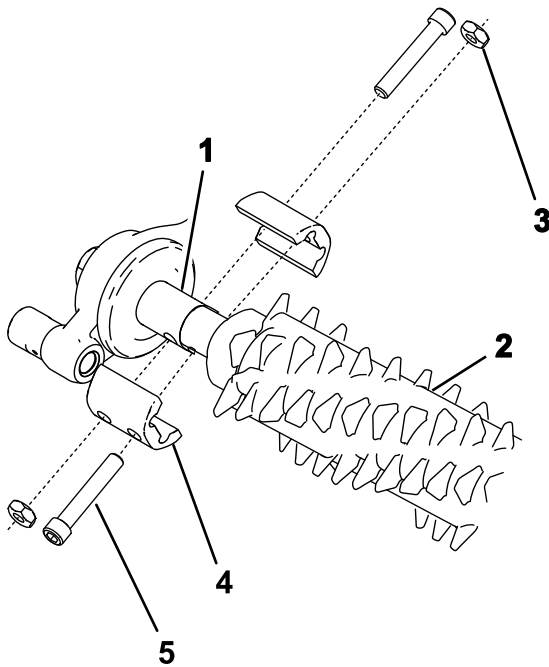

图15
2. 将疏草刀组件与疏草刀驱动箱驱动短轴和总轮总成对齐 图15。
3. 如 图15 所示用4个螺栓 $\frac{1}{4} \times 1\frac{1}{2}$ 英寸、4个锁紧螺母和4个轴夹将疏草刀固定到机器。